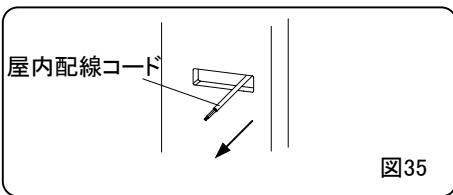

図35
- ③屋内配線コードをコンセント取付部の開口から引き出してください。(図35)